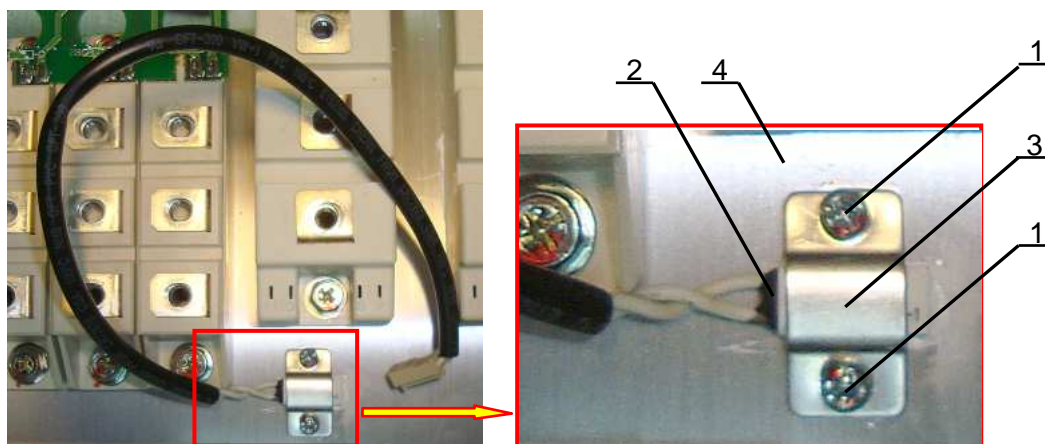

Рис. 6.17
6.11.1. Открутить два винта 1 крепления термодатчика 2 к радиатору 4, снять скобу крепления 3 и термодатчик (рис. 6.17). Положить термодатчик, скобу и винты в тару.